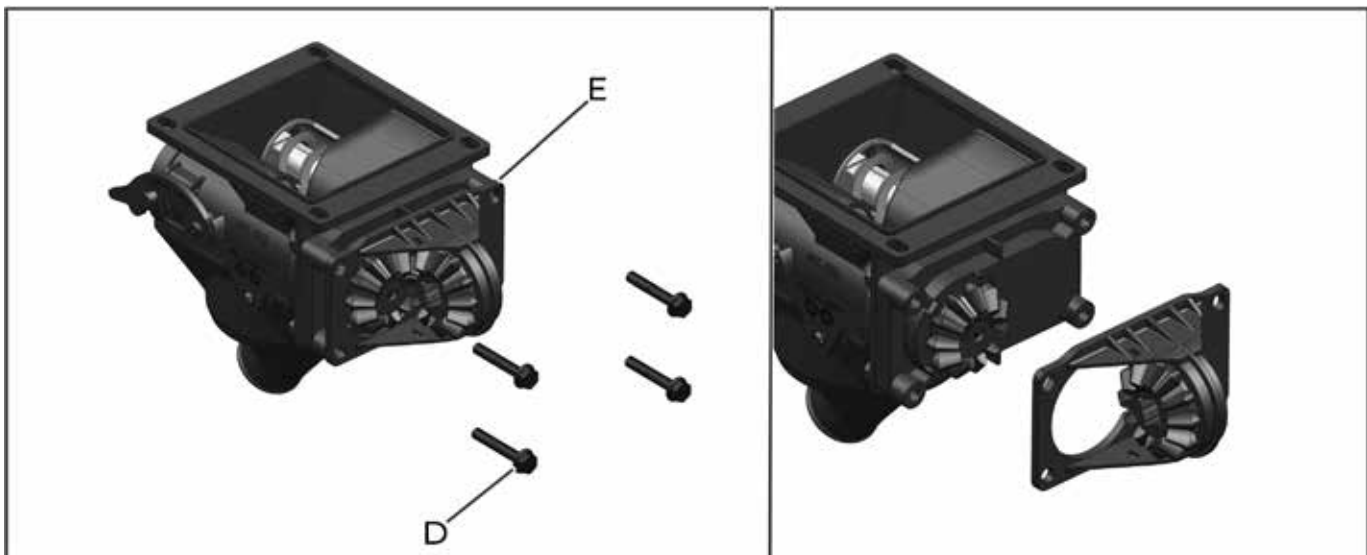

fig. 61
Para realizar a limpeza, manutenção ou substituição dos rolamentos e componentes do mancal (E) (fig. 59), afrouxe os parafusos (D) (fig. 61) de fixação e remova o mesmo.